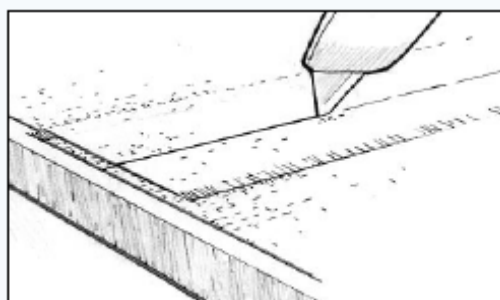

Рис. 26. Обрежьте нахлёстывающуюся ткань после того, как эпоксидная смола перейдет в состояние геля.
- b) Прорежьте оба слоя ткани острым ножом (*Рисунок 26*), следите за тем, чтобы прорез не был слишком глубоким.